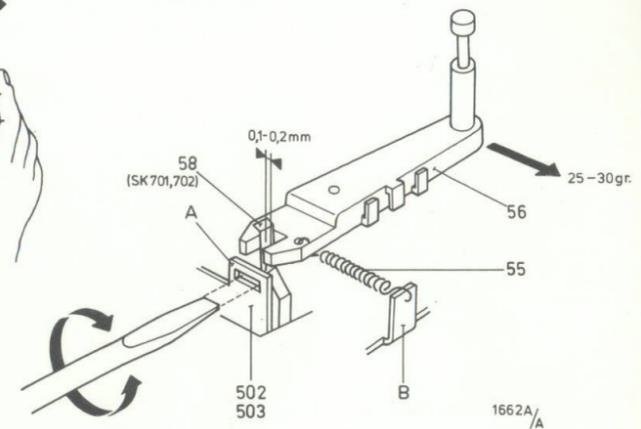

Fig. 14
4. Instelling van de bandspanningsregeling (fig. 14)
- . Instellen door lip A te verbuigen (fig. 14).
- . Instellen door lip B te verbuigen (fig. 14).